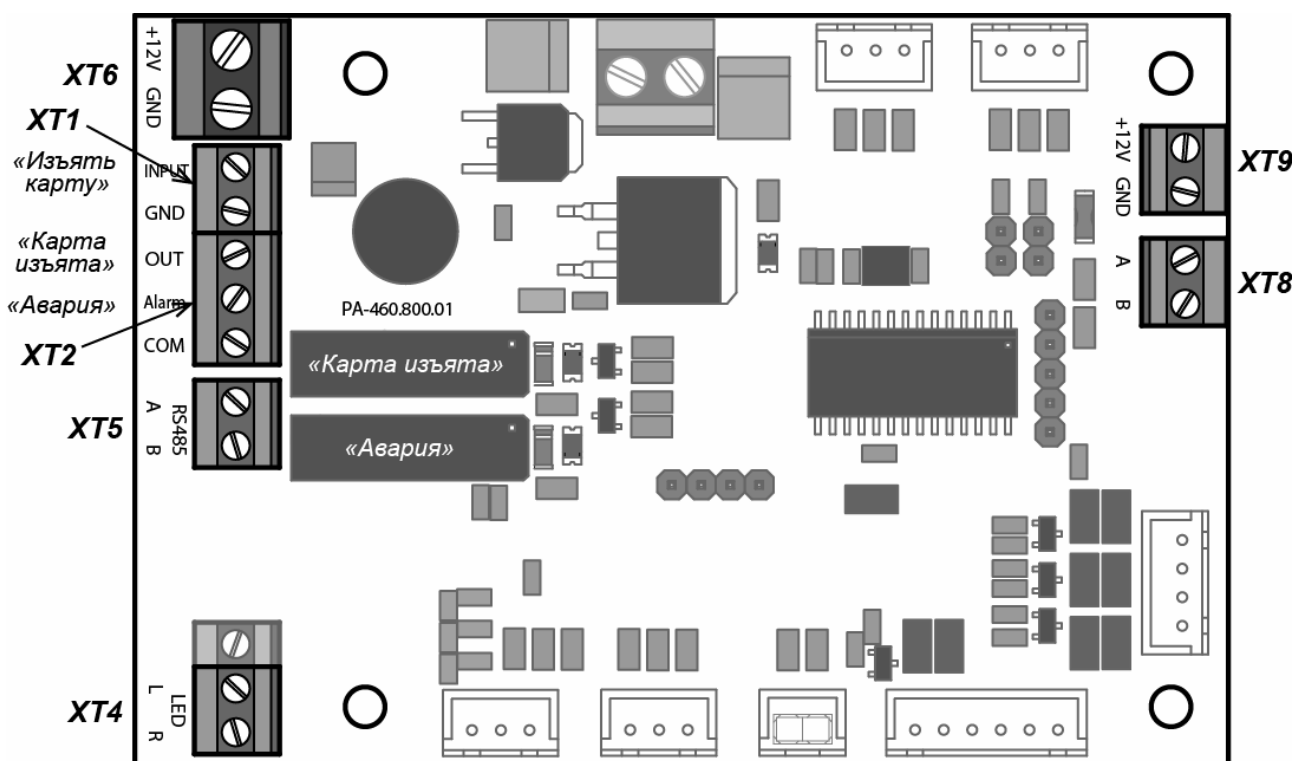

Рисунок 10. Внешний вид платы управления картоприемника
3. Если предъявленная карта является временной картой посетителя и требует изъятия, то контроллер СКУД подает управляющий сигнал на вход платы управления картоприемника «*Изъять карту*» (контакт 3, см. рис. 10). Подсветка щели для приема карт перейдет в режим мигания с частотой 2 раза в секунду, указывая на то, что карта подлежит изъятию.
5. При падении карты в контейнер второй оптический датчик фиксирует факт изъятия карты. В этом случае картоприемник закрывает шторку, подсветка щели для приема карт вновь становится постоянной. Одновременно с выхода платы управления картоприемника «*Карта изъята*» (контакт 5, рис. 10) подается управляющий сигнал, являющийся для контроллера СКУД подтверждением разрешения прохода. По данному сигналу контроллер СКУД разрешает проход в данном направлении (подает соответствующий сигнал на механизм управления турникетом) и после прохода через турникет снимает сигнал «*Изъять карту*». По снятию сигнала «*Изъять карту*» картоприемник снимает сигнал «*Карта изъята*».
6. Третий оптический датчик картоприемника отслеживает факт заполнения контейнера картоприемника. При его заполнении картоприемник передает в контроллер СКУД сигнал «*Авария*» (контакт 6, рис. 10), подсветка приемной щели картоприемника перейдет в режим мигания с частотой 1 раз в 2 секунды, тем самым предупреждая о необходимости освободить контейнер от изъятых карт. Если контейнер не освобождается, то после приема еще 10 карт работа картоприемника блокируется, подсветка приемной щели гаснет. Разблокировка картоприемника происходит автоматически после освобождения контейнера от карт (порядок выемки и установки контейнера приведен в п. 9.5). Также сигнал «*Авария*» подается в контроллер СКУД при возникновении неисправностей механизма картоприемника (при этом подсветка приемной щели гаснет).